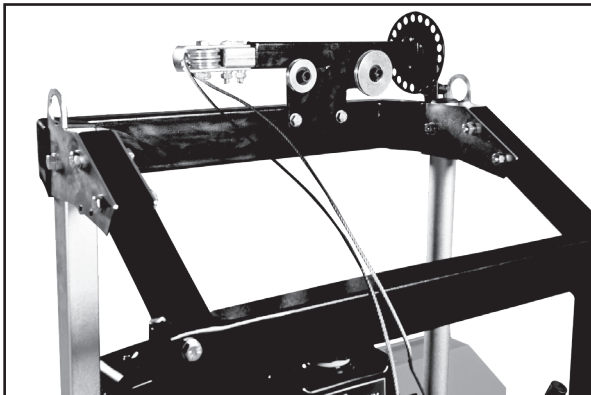
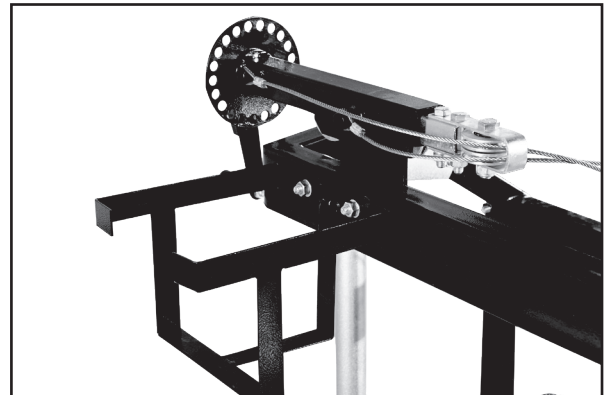
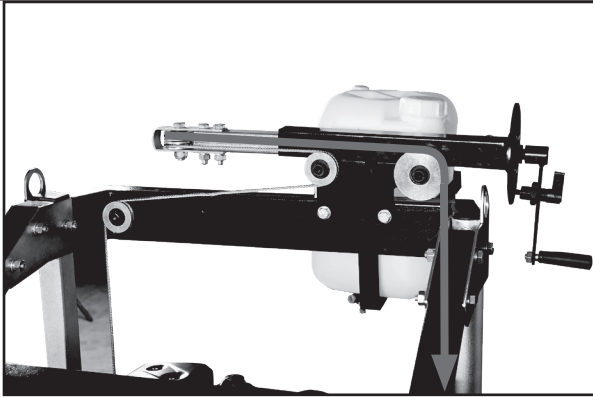
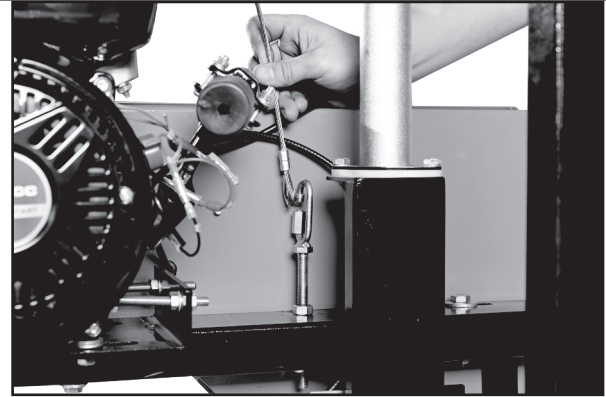

Fig. 33
Fig. 34
Fig. 35
Fig. 36
Étape 20 : Installez le mécanisme de levage à poulie et le support du réservoir de lubrification, fig. 33. Placez le mécanisme de levage à poulie sur le dessus de la barre transversale du chariot avec les poulies du côté moteur (fig. 33). Tout en maintenant le mécanisme de levage à poulie en place, attachez le support du réservoir de lubrification comme indiqué (fig. 34). Utilisez deux boulons à tête hexagonale M10x80 et quatre rondelles plates M10, deux rondelles de blocage M10 et deux écrous M10 pour fixer solidement les deux pièces à la barre transversale du chariot avant. Serrez les dispositifs de fixation.
Étape 21 : Installez les câbles de levage du chariot. Une fois le mécanisme de levage à poulie serré en place, relâchez le verrou sur la plaque d'index et tournez la poignée de manivelle de manière à ce que les poulies horizontales jumelées soient complètement rétractées. Bien que les câbles soient déjà attachés au mécanisme de levage à poulie, assurez-vous que le câble le plus court est accroché à l'ancrage supérieur et qu'il est acheminé autour de la poulie supérieure (fig. 34). Continuez à acheminer le câble autour du mécanisme de levage à poulie et autour de la plus grande poulie près de la plaque d'indexation et tout droit jusqu'au cadre de la tête de la scierie près du tube de support rond (fig. 35). Installez le boulon à œil du câble dans le cadre et accrochez le câble au boulon à œil (fig. 36).